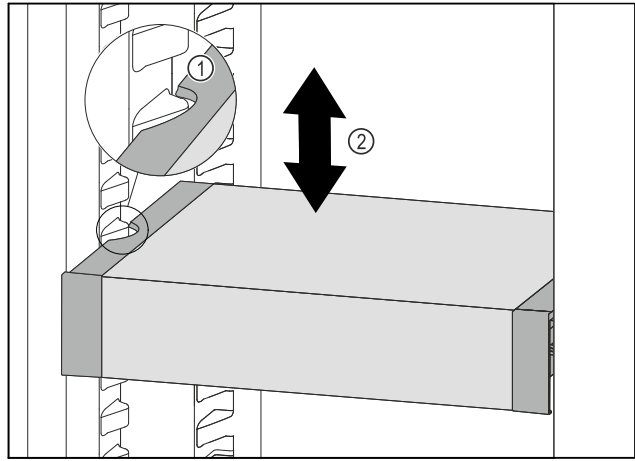

Fig. 51
- ▶ Потягнути VarioSafe вперед, поки бокові заглиблення VarioSafe не опиняться на рівні ребра для резервуара в охолоджувальному відділенні. Fig. 51 (1)
- ▶ Пересувайте VarioSafe вгору або вниз в охолоджувальному відділенні до тих пір, поки не досягнете бажаної висоти. Fig. 51 (2)